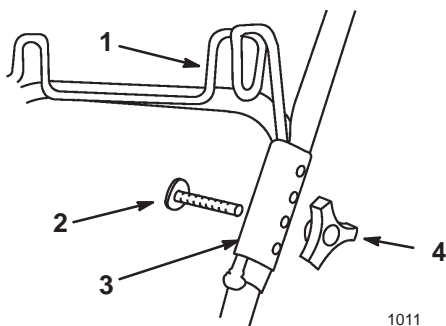

Figure 40
9. Enlevez le bouton et le boulon de fixation des parties inférieure et supérieure du mancheron (Fig. 40).
- Enlevez les boulons et les boutons de fixation du collier sur les moitiés du mancheron (Fig. 40).